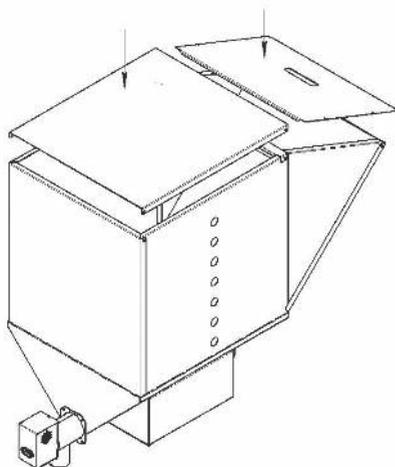
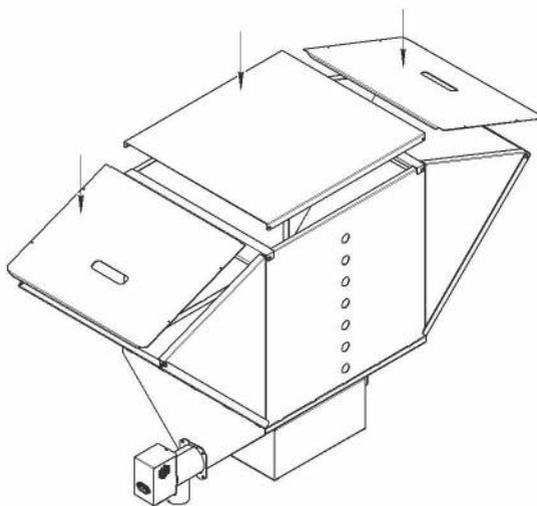

Рисунок 11
Рисунок 13
7. При необходимости установите крышки (Рис. 11, Рис. 13).